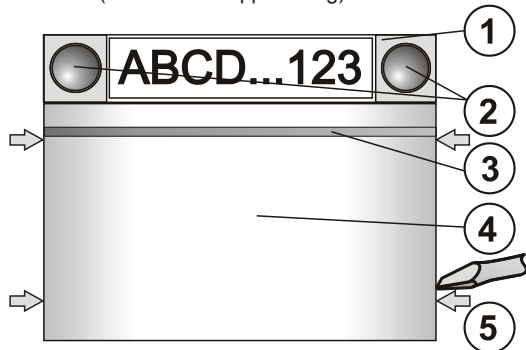

Bild 1: 1 – funktionssegment; 2 – segmentknapp; 3 – genomskinlig aktiveringsknapp; 4 – RFID-modul; 5 – spärrar för öppnande av modulen;
- I tur och ordning trycker man på de fyra spärrarna (5) på sidorna (se bild 1) och lossa modulen från bakstycket.
- Anslut segmentets strömtillförsel till modulens inre kontakt (10).